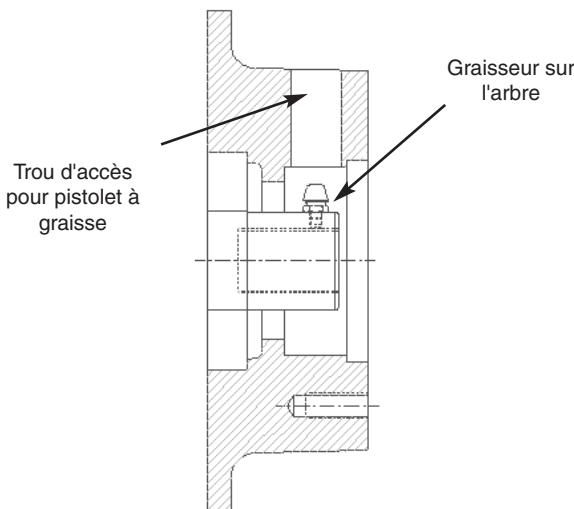

Figure 3 -- Support de roulement côté entraînement
2. Tourner l'ensemble rotor de façon à aligner le graisseur avec le trou d'accès en haut du support de roulement côté entraînement comme illustré sur la Figure 3.
3. À l'aide d'un pistolet à graisse à main avec raccord rigide, introduire une petite quantité de graisse dans le raccord. NE PAS GRAISSER EXCESSIVEMENT. Limiter la quantité de graisse à une (1) pression sur la gâchette du pistolet.